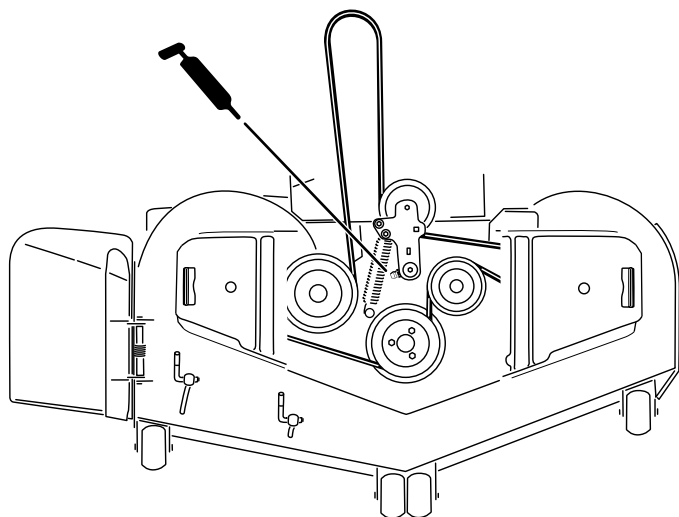

Figure 48
5. Graissez le pivot de la poulie de tension du plateau de coupe jusqu'à ce que la graisse ressorte par le bas (Figure 48).
6. Graissez le bras de la poulie de tension de la courroie d'entraînement (Figure 48).